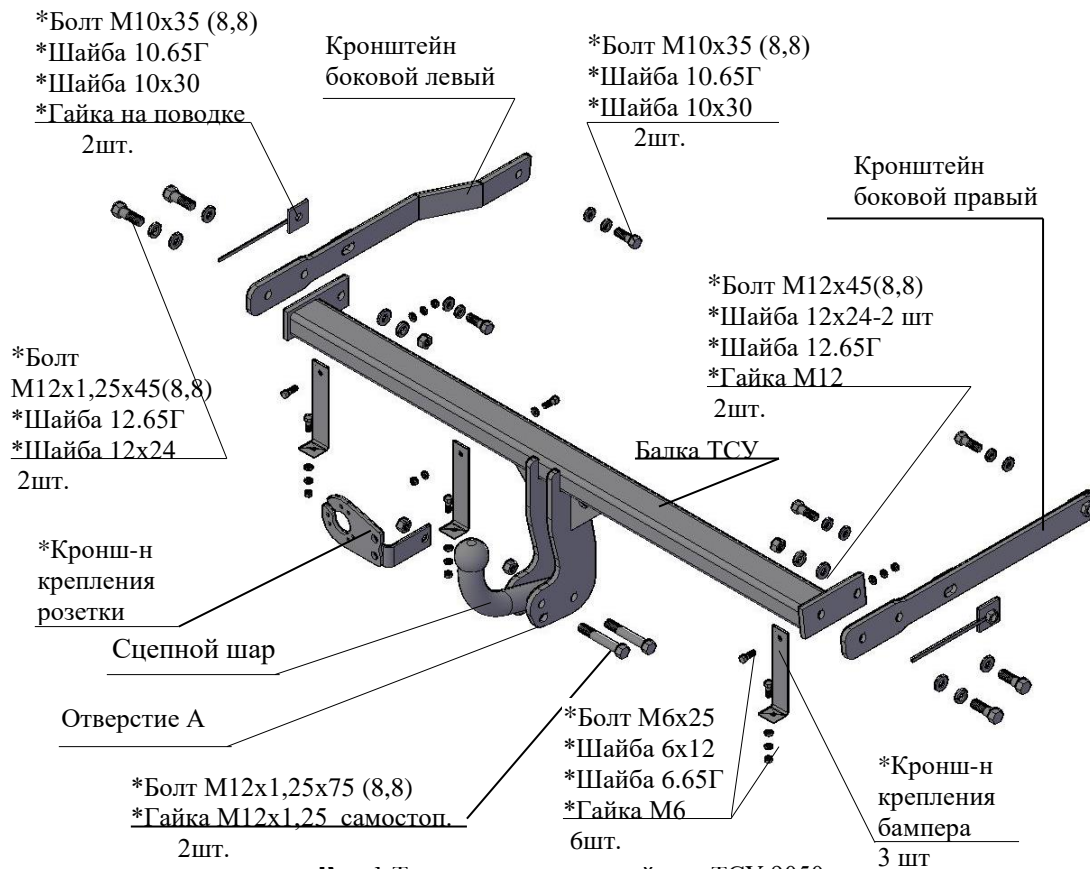

Рис.1 Тягово-сцепное устройство ТСУ 9050.
2.1 ТСУ 9050 в сборе (рис.1)	1 шт.
2.2 Пакет с комплектующими (см. рис.1)	1 шт.
4.2 Вставить боковые кронштейны ТСУ (правый и левый соответственно рис.1) внутрь лонжеронов. Закрепить кронштейны к боковым внутренним (а слева и к внешней) полкам лонжеронов а/м болтами М10х35, (к задним отверстиям по ходу а/м - гайками М10 на поводке), под головки болтов подложить шайбы 10.65.Г и шайбы 10х30. (При необходимости под передний по ходу а/м болт рассверлить в левом лонжероне отверстие Ø12.5). Крепеж не затягивать.
4.6 Установить на место глушитель, термозащиту, бампер (используя кронштейны крепления бампера и болты М6х25, шайбы 6х12, шайбы 6.65Г и гайки М6 соответственно рис.1).